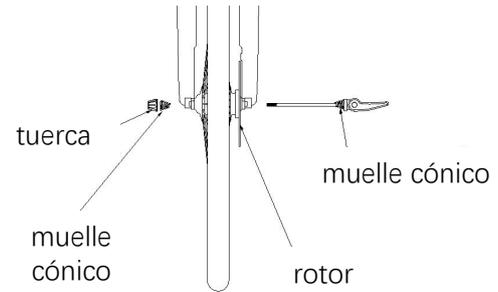

Figura 3.
2. Monte la rueda delantera en la horquilla y, a continuación, inserte la palanca de liberación rápida en el mismo lado que el rotor del freno, como se muestra en la Figura 3.